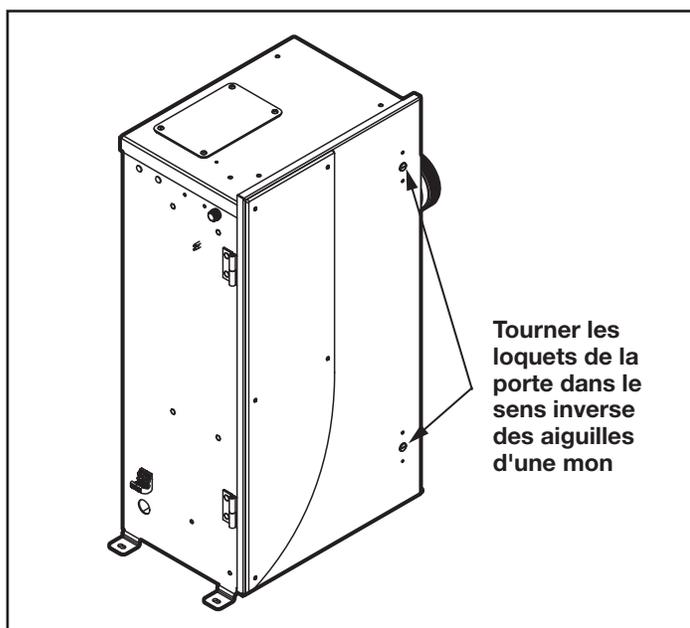

Figure 5. Loquets de la porte du système JAOPX500
est doté d'un trou d'accès destiné à un raccord de conduit de 1/2 po. Installer le raccord (non fourni) et faire passer le fil dans le bornier situé à l'intérieur de l'appareil. Retirer le couvercle (se reporter à la section Entretien des modules d'ozone) et repérer le bornier (voir la Figure 5) situé sur le côté gauche du boîtier. Raccorder la ligne 1, la ligne 2 et la terre au bornier comme indiqué par l'étiquette sur le support du générateur. Se reporter aux **CONSIGNES DE SÉCURITÉ IMPORTANTES** figurant au début de ce manuel pour obtenir des informations importantes sur le câblage.
3. Utiliser un tournevis plat pour tourner les verrous de porte dans le sens antihoraire et ouvrir la porte. Voir la Figure 5.
2. Utiliser un tournevis plat pour tourner les verrous de porte dans le sens antihoraire et ouvrir la porte. Voir la Figure 5.
4. Desserrer ou retirer les colliers de serrage aux deux extrémités de la conduite de gaz d'ozone. Le cas échéant, utiliser des pinces pour tourner et déverrouiller les brides. Voir la Figure 5.